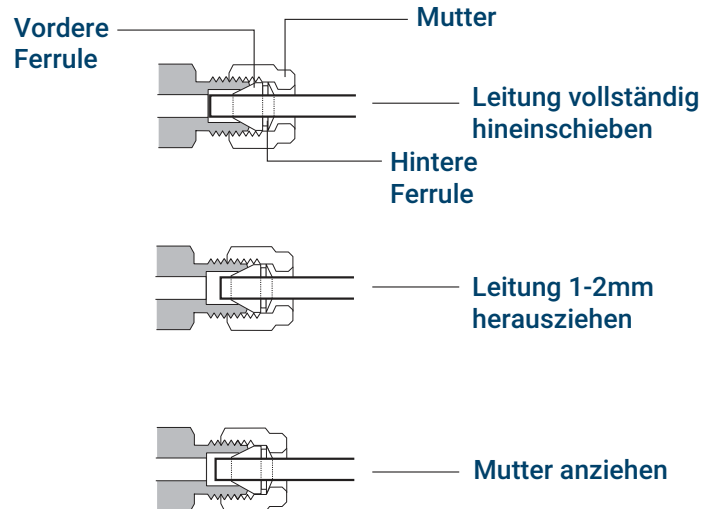

Abbildung 17. Einsetzen der Leitung
4. Schieben Sie das Rohr vollständig in den Stecker und ziehen Sie es ungefähr 1 bis 2 mm heraus (siehe **Abbildung 17**).